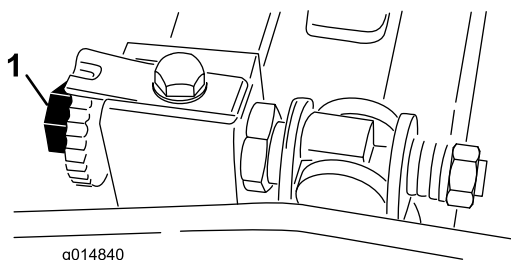

图52
3. 旋转滚刀，使一片刀片经过滚刀组右侧第一个与第二个底刀螺丝之间的底刀刀刃（图 52）。
6. 向右转动底刀架调节螺丝，左右滑动薄垫片，直至感到薄垫片上存在轻微的压力（如拉力）（图 52）。